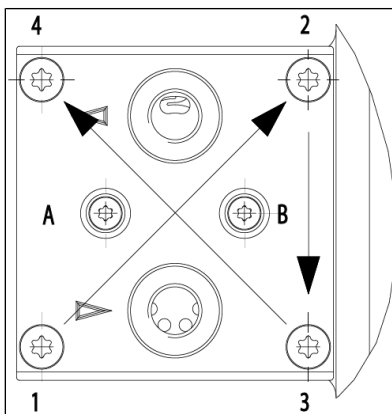

Abb. 8 Kopfschrauben anziehen (Kopfdeckel beispielhaft dargestellt (Schrauben (A) und (B) nur in N87T-TE-Ausführung))
2. Schrauben Sie die Schrauben (5) mit Tellerfeder ein und ziehen Sie diese entsprechend der Reihenfolge 1-2-3-4 (siehe Abb. 8) über Kreuz mit 1 Nm leicht an.
4. Ziehen Sie die Schrauben (5) mit Tellerfeder entsprechend der Reihenfolge 1-2-3-4 (siehe Abb. 8) über Kreuz fest. Anziehdrehmoment: 2,1 Nm.